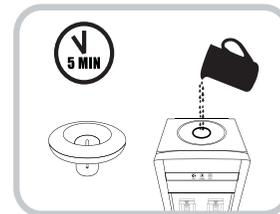

Fig.2
3. Remplissez le réservoir d'eau avec de l'eau du robinet à pleine capacité jusqu'à ce que le niveau se stabilise à 1 pouce (2,5 cm) au-dessus de l'Entonnoir d'Eau Chaude. Laisser l'eau reposer dans les réservoirs d'eau chaude et froide pendant 5 minutes. (Fig. 2)